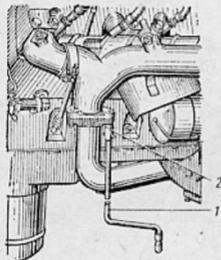

Рис. 125. Подтяжка гаек крепления приемных труб к выпускному газопроводу:
1. Проверьте соединения и крепления трубопроводов системы выпуска газов и глушителя. Гайки крепления приемных труб к выпускному газопроводу затяните торцовым ключом, используя в качестве воротка пусковую рукоятку 2 (рис. 125).